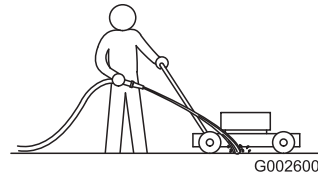

Bild 48
1. Lassen Sie den Motor auf einer flachen, befestigten Oberfläche laufen und sprühen Sie Wasser vor das rechte Hinterrad (Bild 48).